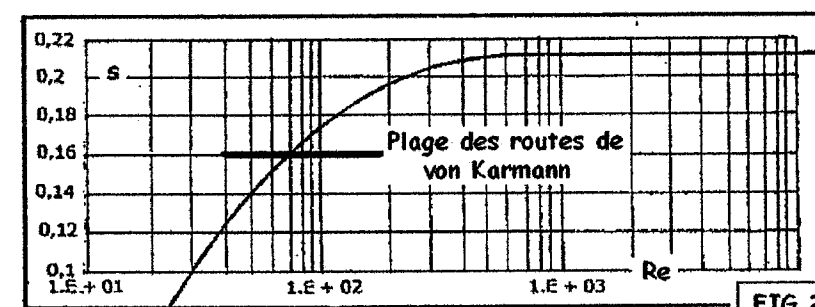

FIG 2
Dans la route tourbillonnaire de Karmann le décollement des tourbillons s'effectue d'après une fréquence définie. La Fig 2 montre la relation univoque entre Re du cylindre et un paramètre non dimensionnel - le NOMBRE DE STROUHAL (S), qui intègre la fréquence de décollement. A partir du Re et du diamètre d'un cylindre on pourra sur la Fig 2 déterminer le nombre de Strouhal et la fréquence de décollement :